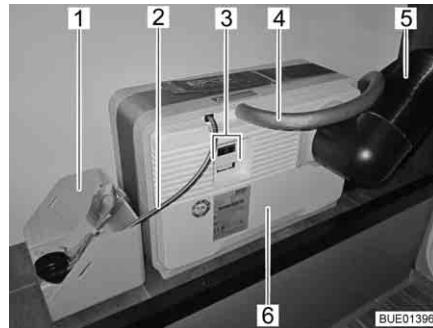
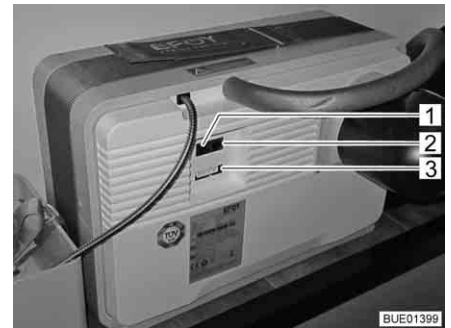

Fig. 132 Pila de combustión con cartucho de metanol
Fig. 133 Campo de conexiones de la pila de combustión
La pila de combustión se compone de varios componentes que están instalados en el compartimento de almacenamiento trasero (Fig. 132), así como de una unidad de mando (Fig. 134) en el habitáculo.
En la pila de combustión (Fig. 132,6) se encuentran:
- la conexión para la manguera de aire de escape (Fig. 132,4) o la abertura de llenado para el Service Fluid (fluido de servicio)
- el tubo de calor de escape (Fig. 132,5)
- las conexiones eléctricas (Fig. 132,3) con interfaz de datos (Fig. 133,2), conexión del aparato (Fig. 133,3) y conexión para el panel de mando (Fig. 133,1)
A la pila de combustión pertenece un cartucho de metanol que está conectado a la pila de combustión (Fig. 132,6) a través de la conexión para el reabastecimiento (Fig. 132,2).
El cartucho de metanol está amarrado en el portador de cartucho de metanol (Fig. 132,1).